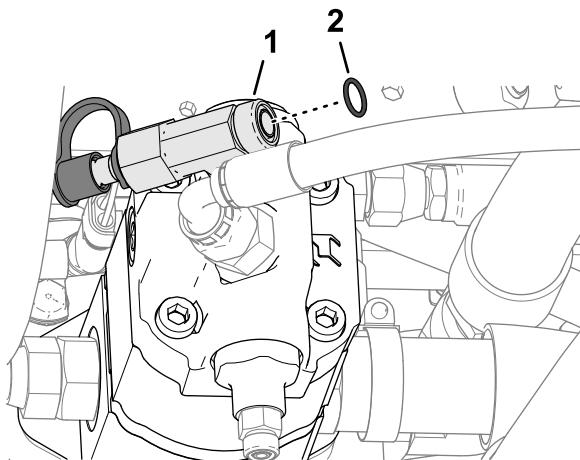

図 132
1. 油圧ポンプ端のT字継手面にあるOリングを取り外します(図 132)。
2. 新しいOリング 12.4/1.8 mm をT字継手の溝に取り付けます(図 132)。